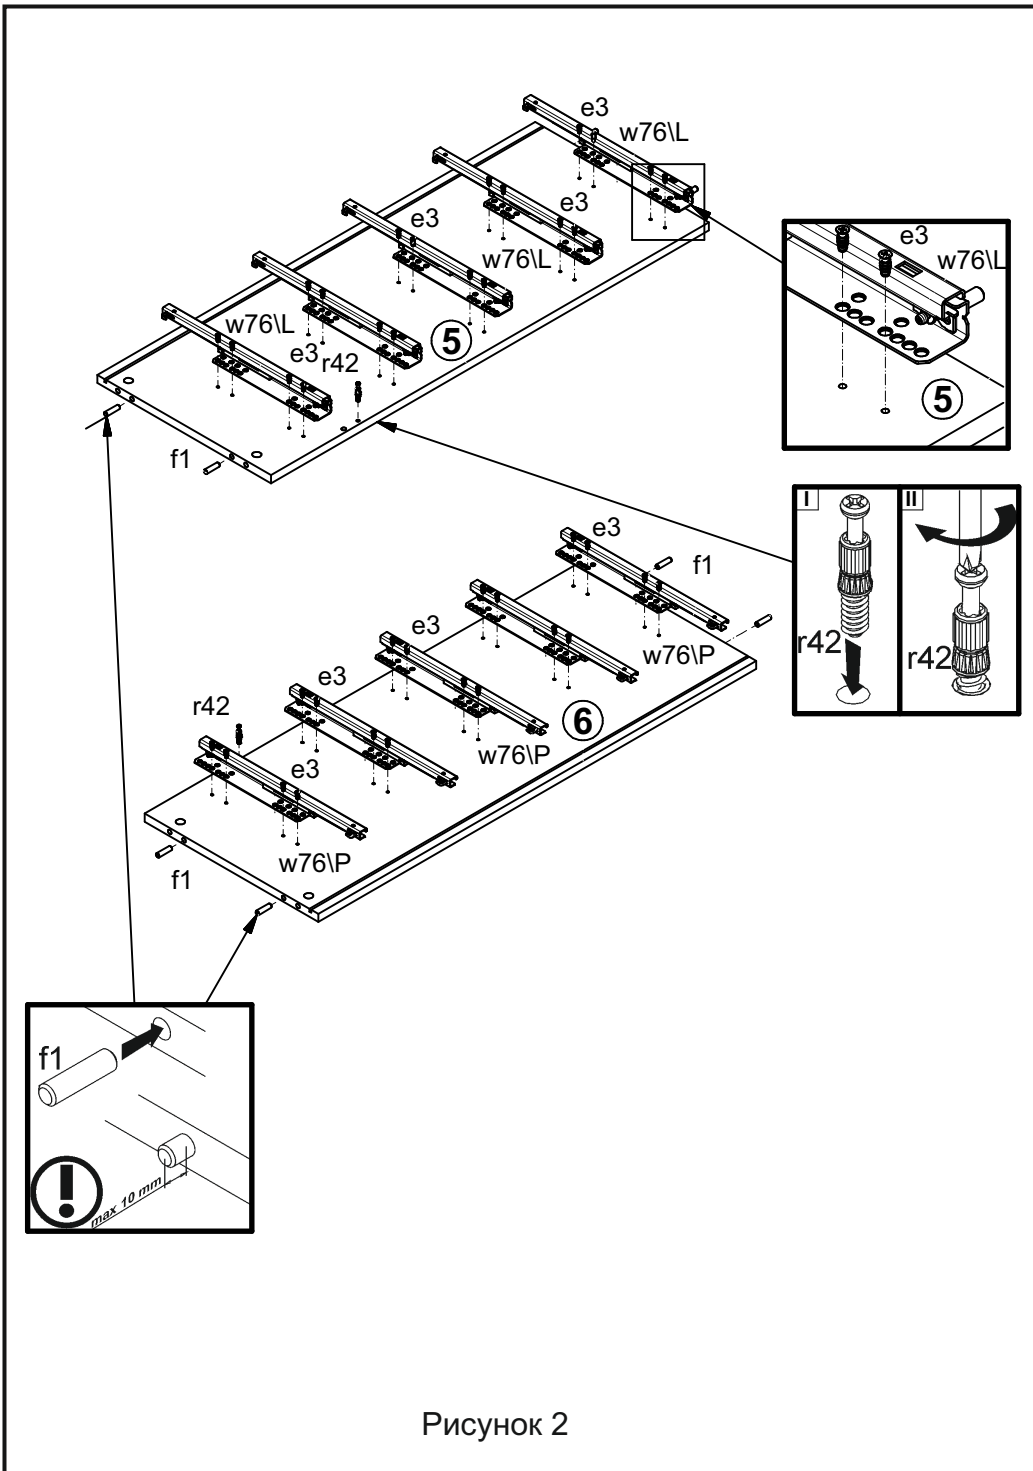
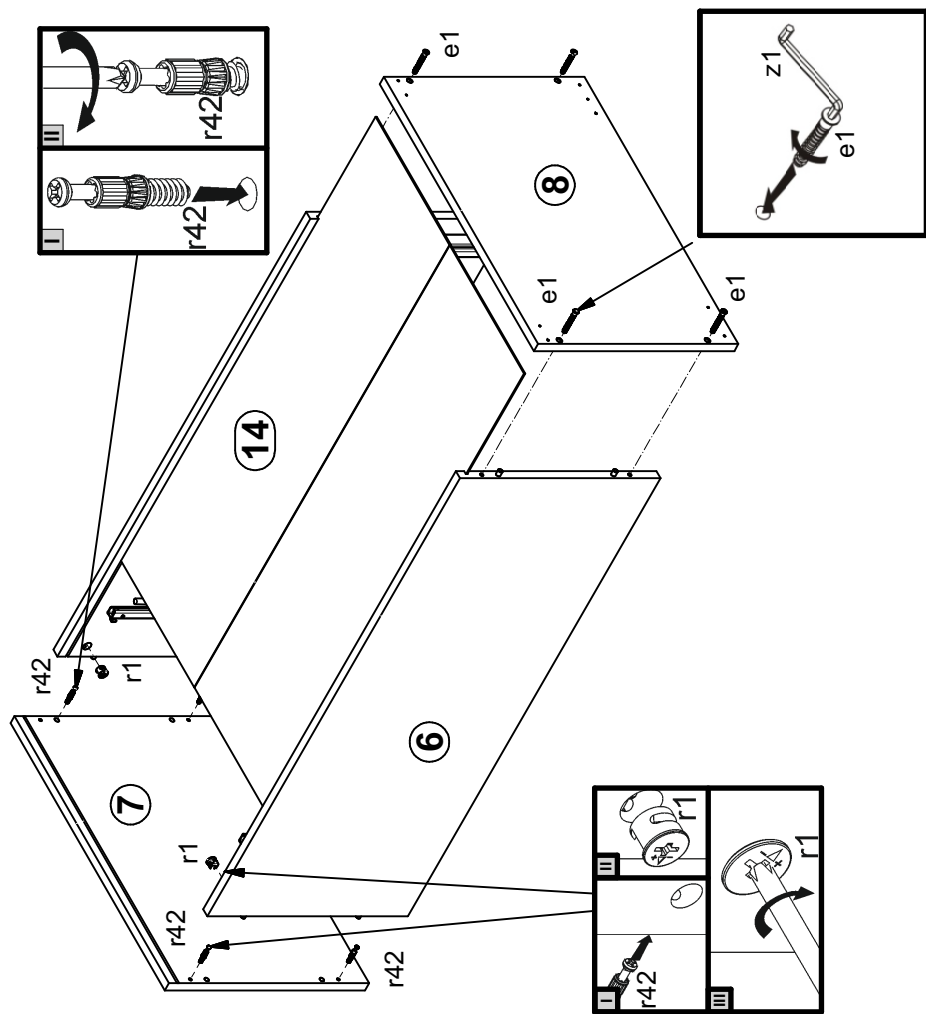

Рисунок 2
Рисунок 4
4.2 В отверстия  $\varnothing 8$  мм на верхних и нижних кромках стенок боковых 5 и 6 (см. рис. 2) и в торцах планки декоративной рифленой 12 вбить деревянные шканты f1 (см. рис. 3).
4.3. В отверстия  $\varnothing 4$  мм на внутренних поверхностях стенок 5,6 еврошурупами e3 закрепить по 5 комплектов направляющих w76\lL и w76\lP (см. рис. 2).
4.4. В отверстия  $\varnothing 5$  мм на внутренних поверхностях стенок 5,6 (см. рис. 2), на нижней поверхности щита верхнего 7 (см. рис. 4) вкрутить винты стяжки r42.
4.5. В отверстия  $\varnothing 15$  мм на задней поверхности планки декоративной рифленой 12 (см.рис. 3), на внутренних поверхностях стенок 5,6 (см.рис. 4) вставить стяжки эксцентриковые r1.
4.7. Присоединить щит 7 к стенкам 5, 6 с помощью шкантов f1, затянуть стяжки эксцентриковые r1, пользуясь отверткой, вставить стенку заднюю 14 в пазы в деталях 5, 6, 7. Передние стяжки закрыть заглушками s2 (см. рис. 4).
4.8. Присоединить щит 8 к стенкам 5, 6 с помощью шкантов f1, затянуть конформаты e1 на нижней поверхности щита 8 пользуясь ключом z1 (см. рис. 4).
4.16. Закрывать передние эксцентриковые стяжки на стенках боковых 5,6 заглушками s2 (см. рис. 4).